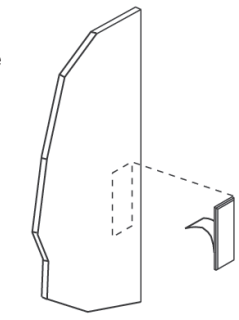

FIGURA 9
Adjunte los ganchos de espejo desprendiendo la protección de la cinta, como se muestra, y elija la altura deseada [aproximadamente 40" (1016) de altura]. El gancho debe estar ubicado aproximadamente a 1/2" (13) desde el borde de la puerta (Figura 9).